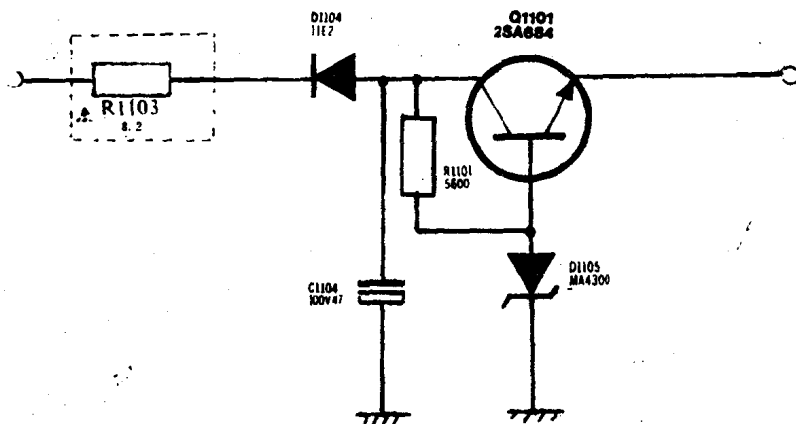

Fig 2—1—2
检修过程：首先检查显示屏工作电压，AC4V 正常，而 IC7501⑧脚无 -29V 电压，说明电源电路有故障。查电源电路 Q1101 集电极 -54V 正常而发射极输出为零，基极电压也为零。故障在 D1105 和 Q1101 两个元件上。焊下这两只元件测 Q1101 良好，测 D1105 已短路，换一新 30V 稳压二极管故障排除。故障部位电路见图 2—1—2。
检修思路：电源指示灯不亮，说明故障在电源部分。本机小信号处理电路 12V 工作电源，由电源变压器 T1101 (14.5V) 绕组经整流稳压后提供，局部电路见图 2—1—3。AC14.5V 经 F1102 保险丝 D1102、C1102 整流滤波，一路经插件 P1101③脚送 IC1001⑦脚，然后由 IC1001⑤脚输出稳压 12.3V (REG12.3V)，该 12.3V 受系统控制电路 QR6005 输出电平控制。QR6005 集电极输出低电平时关，高电平时开。一路经 Q1102、D1101、C1101 稳压非开关 12V (NON-SW12V) 送遥控接收电路 IC7503、Q7503。检修时应先检查插件 P1101 各输出电压是否正常。正常值见下表：